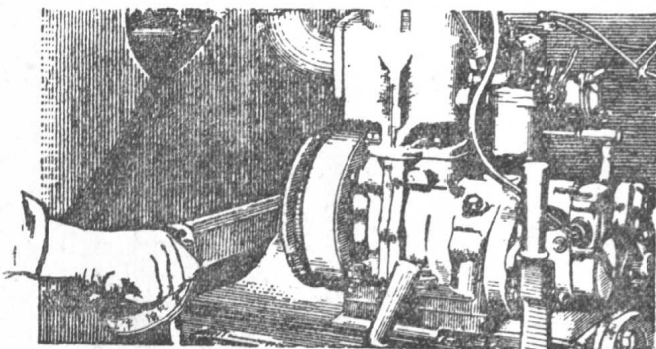

图 4 减压手把的預热位置
(1) 检查拖拉机变速箱的变速杆是否在空档；
(2) 将发动机油門杆放在最上端（熄火位置）；
(3) 拉起水箱保温帘，取下发动机右侧盖，打开机罩右上盖，取下发动机排气管上的木塞；
(4) 将减压手把放在“預热 1”位置（图 4）；